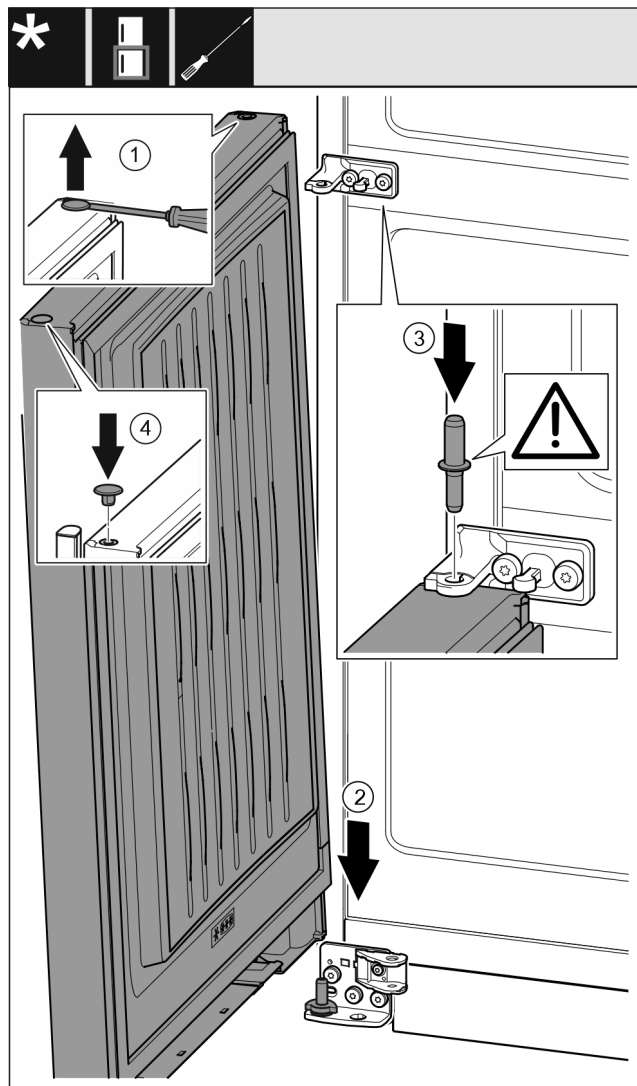

Fig. 41
- ▶ За допомогою шліцевої викрутки обережно підніміть пробку та витягніть її. Fig. 41 (1)
- ▶ Встановіть дверцята зверху на нижній опорний гвинт. Fig. 41 (2)
- ▶ Середній опорний гвинт встановіть в нижні дверцята через середній опорний кронштейн. При цьому виступ фіксатора повинен бути спрямований назад. Fig. 41 (3)
- ▶ Знову вставте пробку з іншого боку дверцят. Fig. 41 (4)